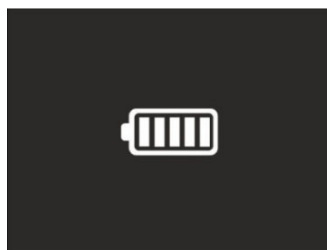

Abb. 51: Angabe der kompletten Wiederaufladung der Batterie
3. Mit festem Symbol  auf dem Display ist die Wiederaufladung der Batterie beendet (siehe Abb. 51).